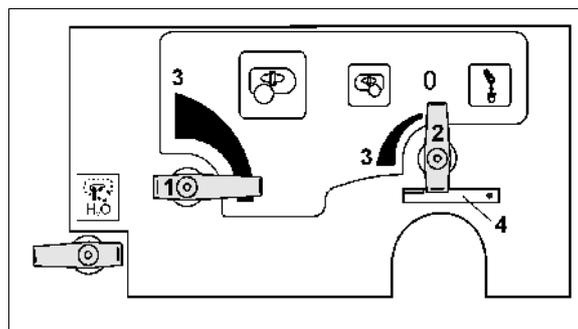

Fig. 44
- for hoved-omrøreren på indstillingshanen (Fig. 44/1).
- for ekstra-omrøreren på indstillingshanen (Fig. 44/2).
Omrøreren er koblet fra, når indstillingshanen er i position 0. Den største kapacitet opnås i position (Fig. 44/3).
Sikring for trykfilterets tømme-funktion (Fig. 44/4).